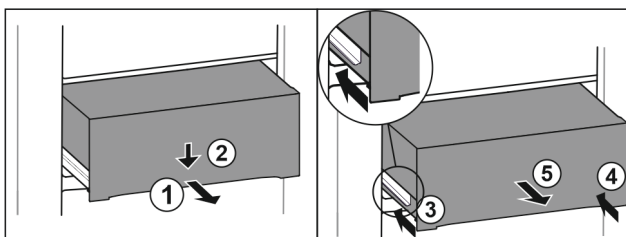

Fig. 90
- ▶ Schubfach halb herausziehen. Fig. 90 (1)
- ▶ Schubfach an der Vorderseite nach unten drücken. Fig. 90 (2)
- ▶ Linke Schiene etwa 2 cm einschieben. Fig. 90 (3)
- ▶ Rechte Schiene etwa 2 cm einschieben. Fig. 90 (4)
- ▶ Schubfach nach vorne entnehmen. Fig. 90 (5)